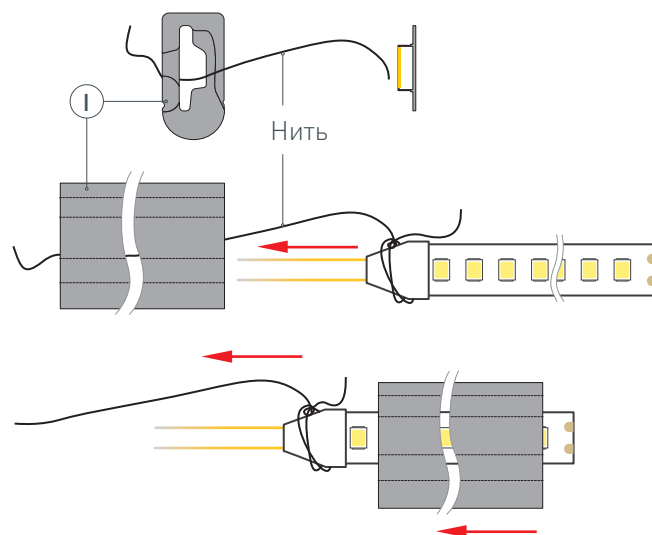

Рис. 1. Протяжка светодиодной ленты (IV) в профиль (I), вид сбоку
- 1 / Закрепите держатели (II) на поверхности и выведите наружу кабель от источника питания для светодиодной ленты. **ВАЖНО! При создании из профиля фигуры с изгибами учитывайте, что длина используемой светодиодной ленты должна превышать длину профиля, необходимого для построения фигуры, — это поможет избежать заломов и отрыва кабелей питания ленты при сгибании профиля.**
- 2 / **ВАЖНО! Не вытягивайте нить из профиля до монтажа светодиодной ленты в него!** Установите* светодиодную ленту (IV) в профиль (I). Для этого необходимо привязать нить (находится внутри профиля) с одной стороны профиля (I) к светодиодной ленте (IV), как показано на рис. 1. Чтобы втянуть ленту в профиль, сначала аккуратно поместите кабели питания светодиодной ленты (IV) внутрь профиля (I), а затем, насколько это возможно, вставьте край светодиодной ленты. Аккуратно потяните за нить с другой стороны профиля (I) и тем самым протяните** светодиодную ленту (IV) в профиль (I). Отвяжите нить от светодиодной ленты. **! ЗАМЕНА ЛЕНТЫ.** Если понадобится заменить уже установленную в профиле светодиодную ленту, то необходимо проделать те же действия: привяжите нить к светодиодной ленте с одной стороны профиля, аккуратно потяните ленту с другой стороны профиля — таким образом нить снова окажется внутри профиля, готовая для повторного использования.